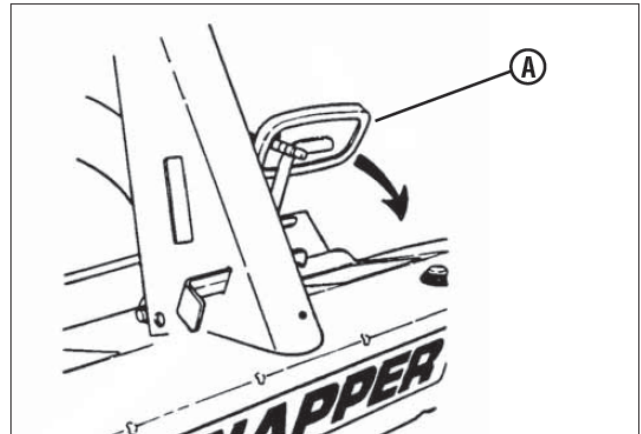

Рис. 5. Нажатие педали сцепления/тормоза
4. Нажмите педаль сцепления / тормоза (А, рис. 5) до упора и удерживайте ее до запуска двигателя.